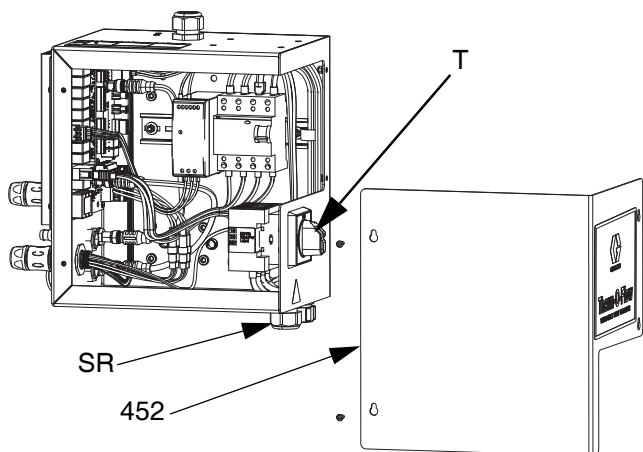

FIG. 9
3. Desaperte os parafusos e retire a tampa (452) na caixa de comando do aquecimento (S). Consulte a FIG. 9 na página 24.
4. Remova os dois parafusos (433) e a tampa (457) da parte inferior da caixa de comando do aquecimento (S).